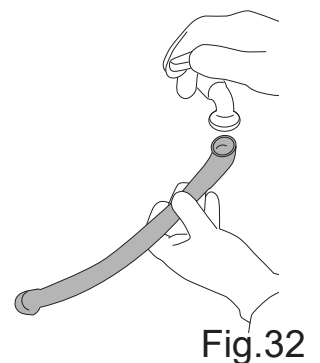

Fig.32
- Vask slangen ved å skylle den med vann (fig. 32).